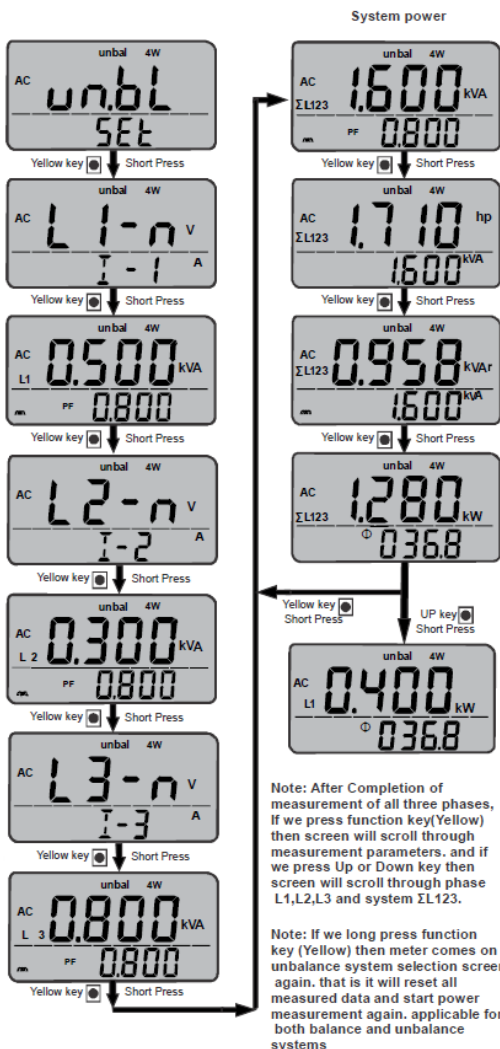

Fig 11.1.1 Power measurement 3-phase 4-wire Unbalanced load
7) I dati di misura includono potenza attiva, reattiva, apparente, Fattore di potenza/Cosphi, angolo di fase, cavalli, tensione, corrente. Tutti questi i parametri sono misurati per la singola fase e anche per il sistema. Dopo il passaggio 6, se premiamo il tasto funzione (giallo), possiamo scorrere attraverso tutti i parametri sopra misurati uno per uno. E se premiamo Tasto Su o Giù possiamo vedere i dati misurati per le singole fasi (L1 o L2 o L3) e per sistema (Σ L123). Fare riferimento alla Fig 11.1.1